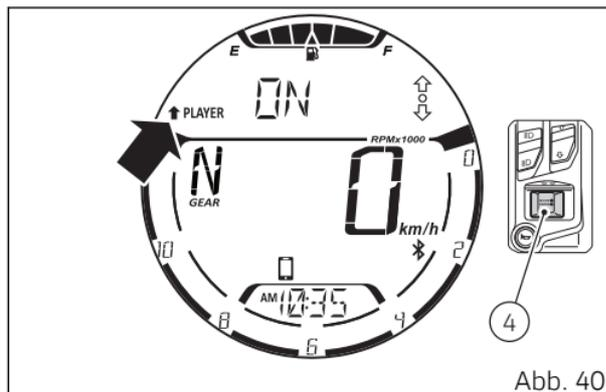

Abb. 40
Um die Steuerung des Musikplayers auf „OFF“ zu schalten und dabei eine eventuell laufende Wiedergabe eines Musikstücks zu unterbrechen, die Funktion PLAYER im Menü (Abb. 40) wählen. Die Funktion wird als „ON“ angegeben und die Taste (4) kann nun gedrückt werden.